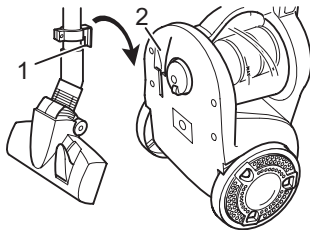

Abb. 15
- Zum **Aufbewahren** können Sie den Verstauelement (Abb. 15/1) des Teleskoprohrs in die Verstauelement (Abb. 15/2) unten am Bodensaugers einhängen.